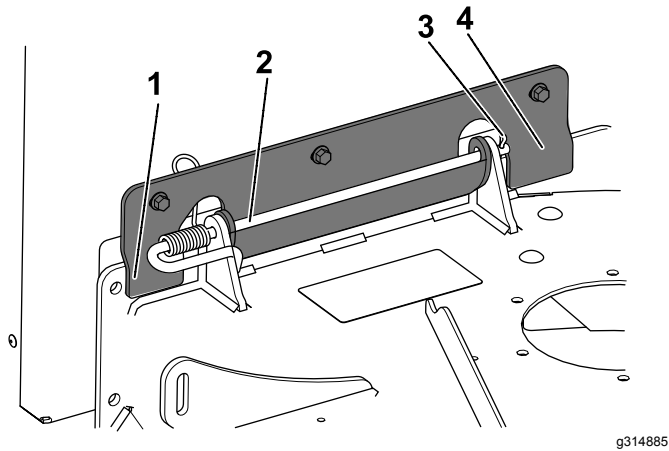

Figura 12
1. Coloque las pestañas delantera y trasera del soporte de montaje del ensacador en la máquina, como se muestra en la Figura 12.
4. Instale la varilla que retiró anteriormente y la chaveta correspondiente; consulte Figura 12.